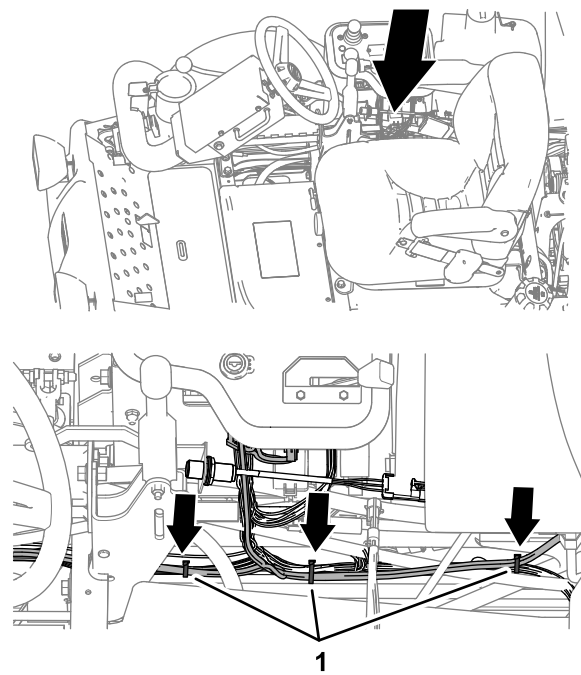

图 20
1. 如图 20 所示在控制台与操作员座椅之间用扎带将电源线束固定至机器线束。